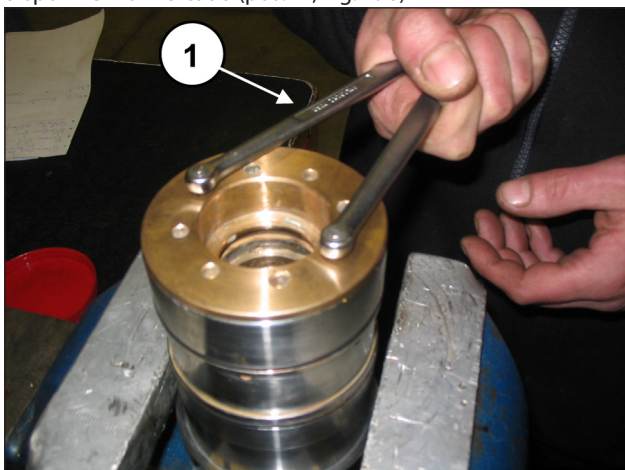

Fig. 190
Aperte através de uma chave inglesa com alças redondas Ø5, disponível no mercado (pos. ①, Fig. 190)